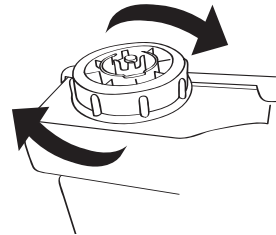

Рис. 3
- Убедитесь в плотной фиксации крышки резервуара (рис. 3).